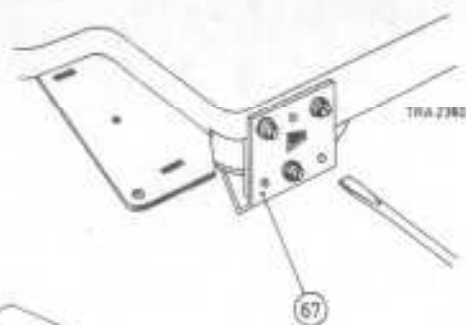

Fig. 19
- Desserrer les trois vis fixant le palier inférieur 67 du volant à la plaque de montage, voir la figure 19.
Lors de la fixation du palier inférieur 67 du volant, il faut veiller à ce que la rainure à corde du volant 66 et celle du galet presseur 63 se situent à la même hauteur. La hauteur du volant peut être réglée à l'aide d'un tournevis dans le trou triangulaire dans le palier inférieur 67 comme le montre la figure 19.
La hauteur du volant est ajustable au moyen d'un tournevis dans le trou triangulaire dans l'équerre de palier 67, fig. 19.